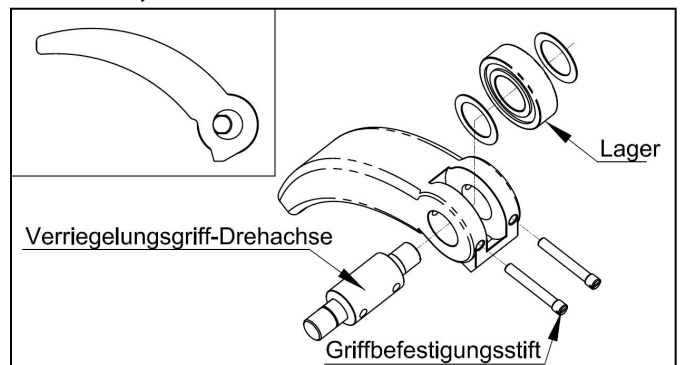

Abb. 9-9
(9) Entfernen Sie das Lager, indem Sie einen kleinen Schlitzschraubendreher verwenden, um die beiden Griffedern herauszunehmen, und ziehen Sie die Griffschacht heraus, wie in Abbildung 9-9 dargestellt.